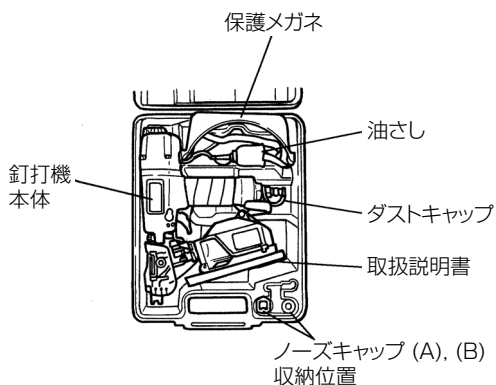

図 30
- 作業後は内部にごみやほこりが入らないよう、ダストキャップをエアプラグにさし込み、ケースに入れて保管してください。また、取りはずしたノーズキャップ (A)、(B) はケースのノーズキャップ (A)、(B) 収納位置に収納してください。ケースには図 30 のように入れてください。